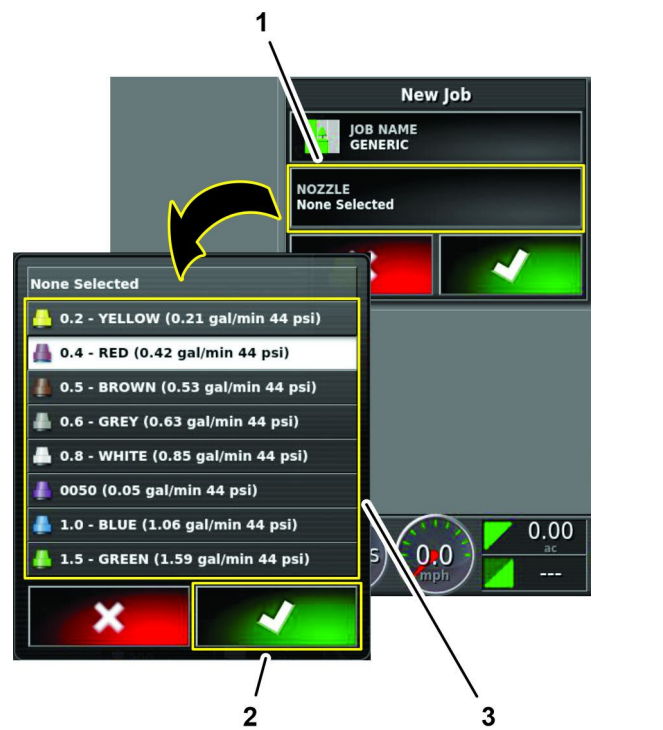

Figura 271
3. En el cuadro de diálogo Nuevo trabajo, pulse el icono de la BOQUILLA (Figura 271).
4. En la lista de selección de boquillas, pulse cualquier icono de boquilla y pulse el icono Confirmar (Figura 271).